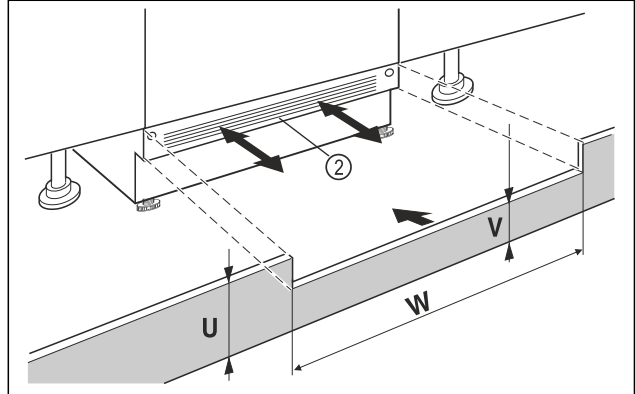

Fig. 71 Immagine a titolo di esempio
- Applicare lo zoccolo dell'apparecchio Fig. 71 (2) ma non fissarlo ancora.
- Se lo zoccolo è visibile Fig. 71 (2), tirarlo in avanti in modo tale che il bordo anteriore della griglia di ventilazione e lo zoccolo del mobile siano a filo.
- Se lo zoccolo è nascosto Fig. 71 (2) spingerlo completamente indietro.
- Verificare che le fessure di ventilazione siano completamente libere: Se necessario, tagliare lo zoccolo del mobile Fig. 71 (U)!
- Adattare, per la larghezza dell'area di incasso Fig. 71 (W), l'altezza del listello Fig. 71 (V) sotto lo zoccolo dell'apparecchio Fig. 71 (2).